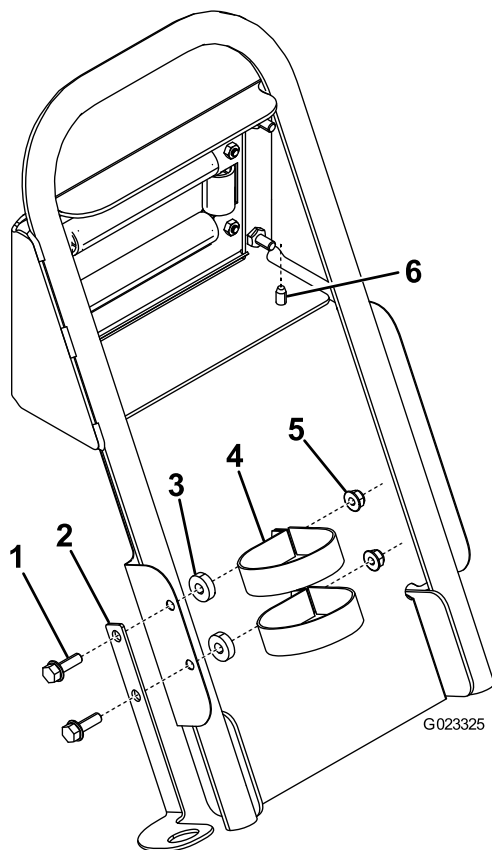

Figure 12
7. Fixez le haut du pare-boue à la poignée au moyen de 2 vis autotaraudeuses (Figure 12).
8. Fixez le support du pistolet pulvérisateur au pare-boue comme montré à la Figure 12.